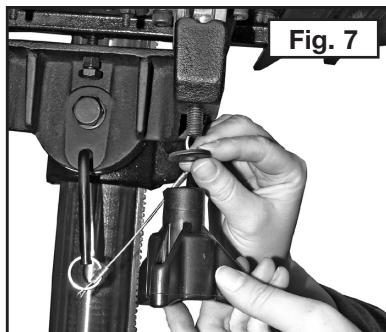

Fig. 7
- Installez les rondelles et les manettes d'inclinaison avant, comme illustré en fig. 7. Resserrez fermement.